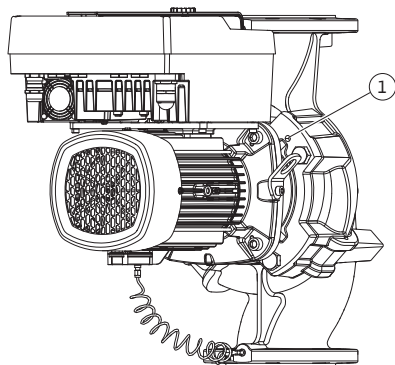

Fig. 11: Wypchnięcie głowicy silnika przez gwintowane otwory (w zależności od typu pompy)
W przypadku typu pompy Fig. II i Fig. III należy w tym celu wykorzystać dwa gwintowane otwory (Fig. 11, poz. 1). Zastosować przy tym odpowiednie śruby dostarczone przez użytkownika (np. M10 x 25 mm).
5. Wycisnąć głowicę silnika (patrz Fig. 4) z korpusu pompy. W tym celu należy wykorzystać dwa otwory gwintowane (patrz Fig. 11). W celu poluzowania osadzenia wkręcić śruby M10 o odpowiedniej długości w gwintowane otwory.